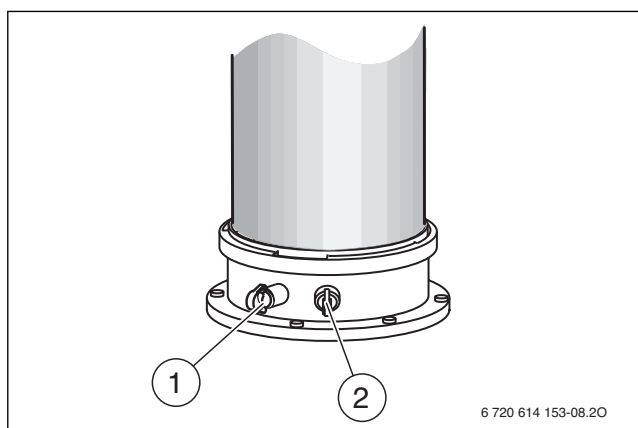

Рис. 41
- ▶ Снимите заглушку с измерительного штуцера воздуха для горения [2] (→ рис. 41).
- ▶ Снимите заглушку с измерительного штуцера дымовых газов [1] (→ рис. 41).